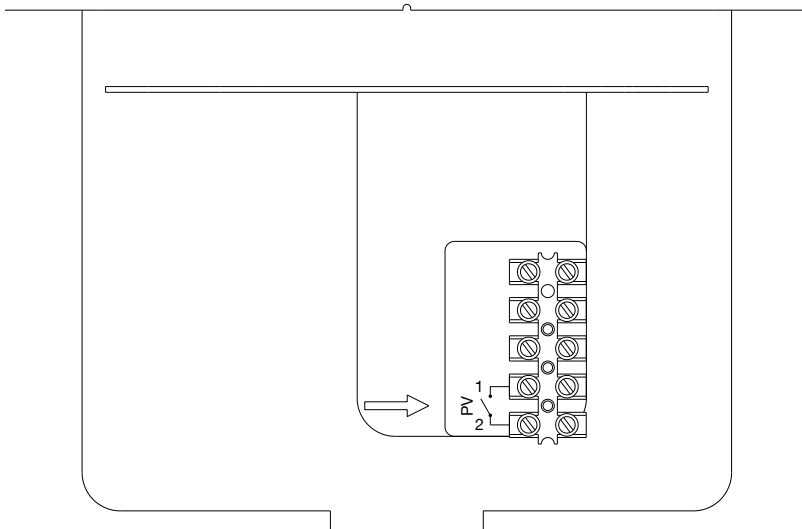

Bild 17: Anschluss des PV-Moduls (Fotovoltaik)
- Im Fall eines spannungsfreien Kontakts zwischen Klammer 1 und 2 ist die PV-Funktion aktiv (Bild 17).